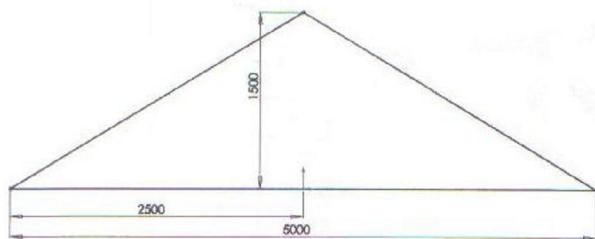

Figura 10.95 - Esboço 1.
1. Criação de recurso base a partir de um esboço no plano frontal, como mostra a Figura 10.95.